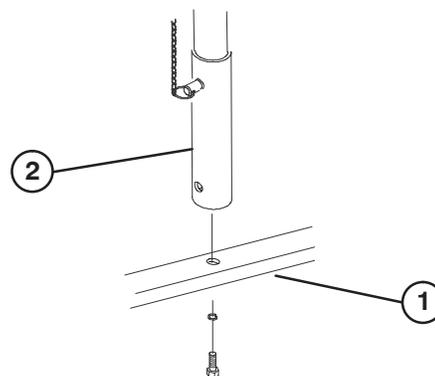

Figure 8
1. Retirez le boulon et l'écrou fixant le tube du support de sécurité/roue pivotante arrière à la palette d'expédition (Fig. 8). Réservez le boulon et la rondelle pour le montage de la roue pivotante.